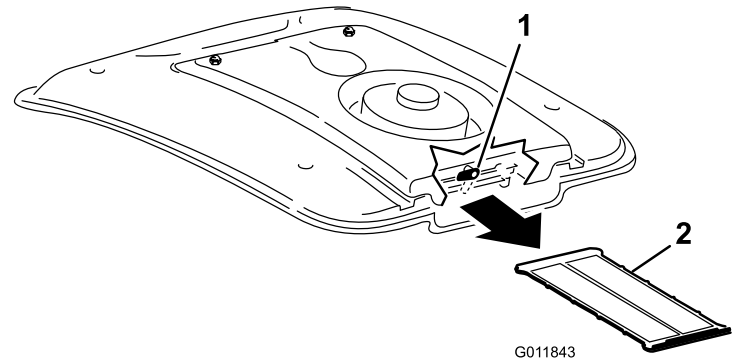

Figura 88
2. Ruotate di lato il dispositivo di chiusura sulla parte posteriore del supporto della ventola (Figura 88).
3. Estraete la griglia A/C da sotto la serpentina refrigerante (Figura 88).
4. Pulite accuratamente la griglia con aria compressa (Figura 88).